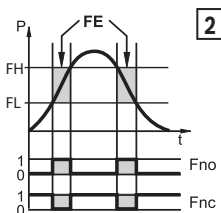

Abb. 2 Öffner
- Fensterfunktion / Öffner: **[ou1] = [Fnc]** (siehe Abb. 2)